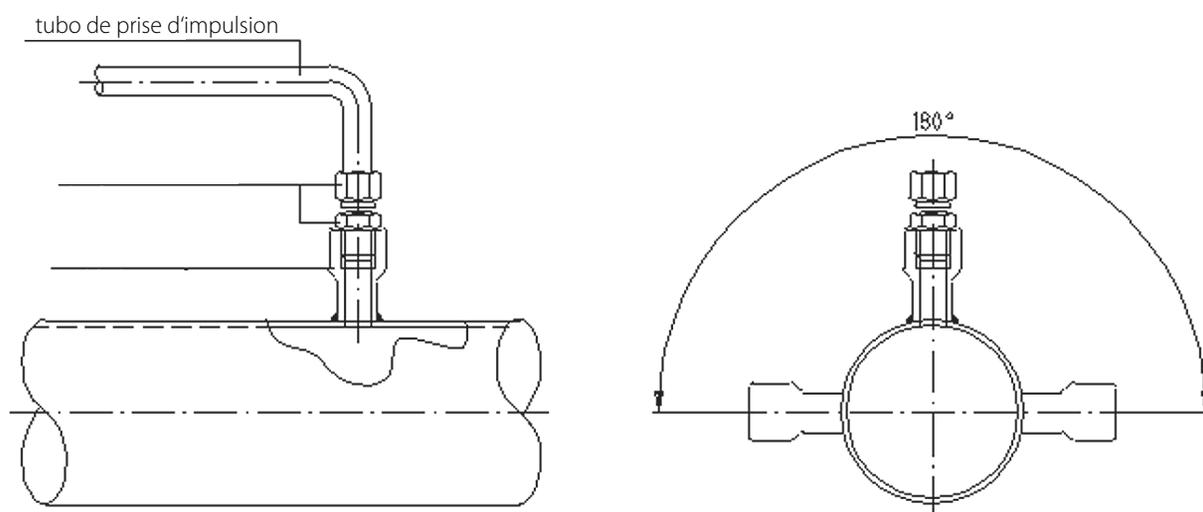

Fig. 10
Nous recommandons, pour les prises d'impulsions, d'utiliser le tuyau 8/10 qui est raccordé à la prise en angle amont (WE10-P/LR) (15) et sur l'aval à la prise (connexion enfichable DN 1/4") conformément à la figure 10.